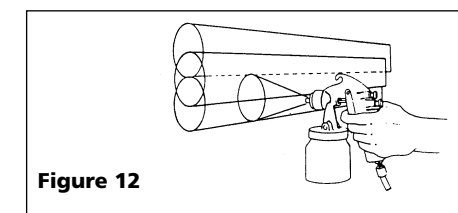

Figure 12
4. Ne faire chevaucher les différentes applications que très légèrement pour obtenir une couche uniforme (Voir Figure 12).